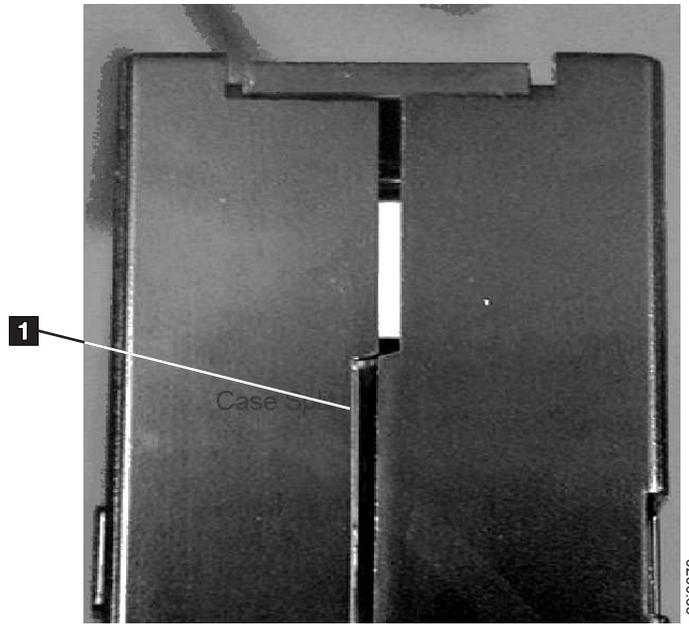

Figura 112. Comprobación de huecos en las juntas de un cartucho
- Examine la parte posterior del cartucho (la parte que se carga primero en el compartimento de carga de la cinta) y asegúrese de que no haya huecos en las juntas del chasis del cartucho. Si hay fisuras en la junta (Figura 112 en la página 104), es posible que el eje de guía esté fuera de su sitio.